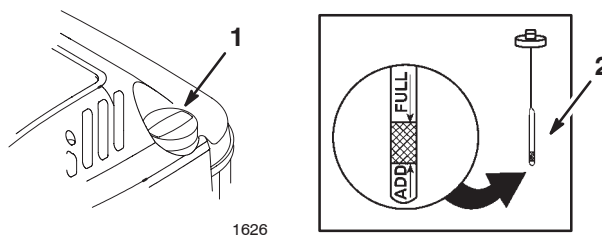

Figure 7
Avant chaque utilisation, vérifiez que le niveau d'huile arrive entre les repères maximum (Full) et minimum (Add) de la jauge (Fig. 7).
- Nettoyez la surface autour de la jauge (Fig. 7).
- Voyez le niveau d'huile indiqué par la jauge (Fig. 7).